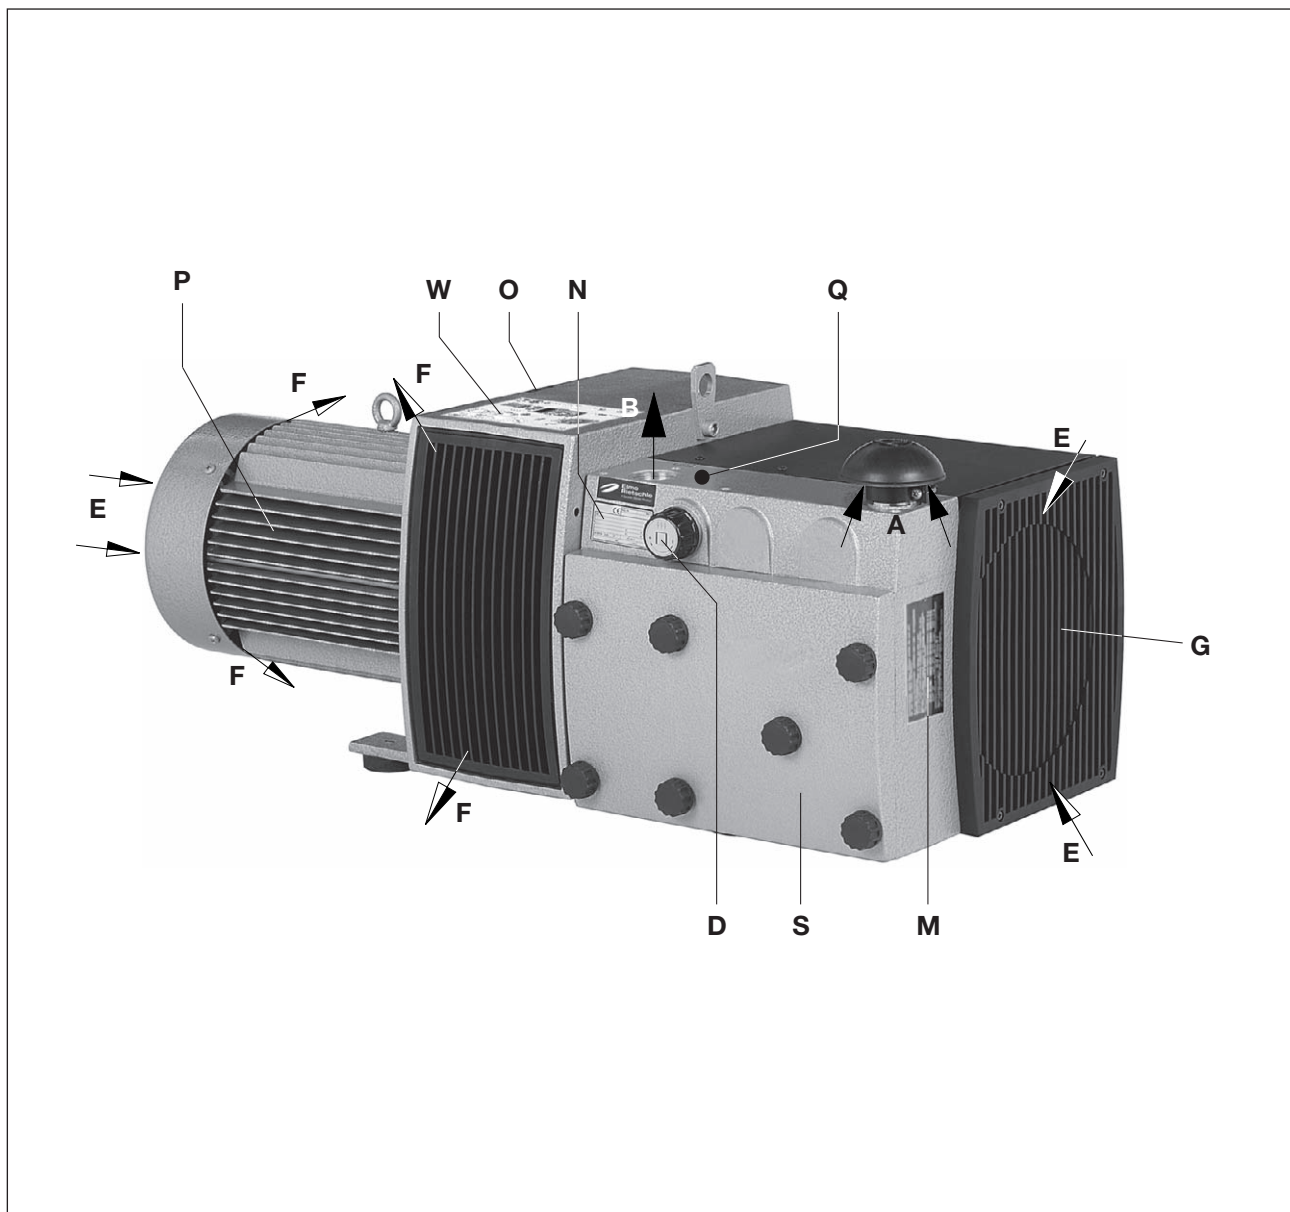

Fig. 2 Compressore V-DTR 100 / V-DTR 140
La valvola di regolazione della pressione (Fig. 2/D) consente di regolare la pressione sul valore desiderato, limitato verso l'alto.
I rotori-compressori a secco V-DTR 100 e V-DTR 140 sono adatti per la generazione di sovrappressione fra 0 e il valore massimo (bar) indicato sulla targhetta dati (Fig. 2/N). È possibile un funzionamento continuo.
Il corpo del filtro (Fig. 2/S) deve essere facilmente accessibile.
Gli ingressi (Fig. 2/E) e le uscite (Fig. 2/F) dell'aria di raffreddamento devono avere una distanza di almeno 30 cm dalle pareti vicine. L'aria di raffreddamento fuoriuscita non deve essere riaspirata. Per i lavori di manutenzione deve essere prevista una distanza di 40 cm prima del corpo del filtro (Fig. 2/S) e la griglia di aspirazione (Fig. 2/G).
- a) Collegamento pressione (Fig. 2/B).
Gli ambiti di pressione necessari possono essere impostati con la valvola di regolazione della pressione (Fig. 2/D) in base alla targhetta simboli della manopola di regolazione.
- a) I dati elettrici del motore sono indicati sulla targhetta dati (Fig. 2/N) o sulla targhetta dati motore. I motori sono conformi a DIN EN 60034 e sono eseguiti con classe di protezione IP 55 e classe isolamento F. Lo schema di collegamento è situato nella morsettiera del motore (non si applica nella versione con collegamento a spina). I dati del motore devono essere confrontati con quelli della rete di alimentazione usata (tipo corrente, tensione, frequenza di rete, amperaggio ammesso).
Durante il funzionamento, le superfici dei componenti (Fig. 2/Q) possono superari i 70°C. Evitare di toccare le superfici calde (contrassegnate da appositi cartelli)!
- ▷ Il senso di rotazione previsto dell'albero di azionamento è contrassegnato dalla freccia (Fig. 2/O) sulla flangia motore.